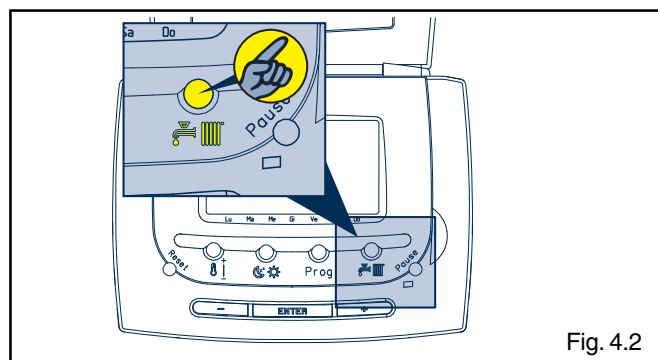

Fig. 4.2
- premere il tasto estate-inverno  sul pannello comandi a distanza (fig. 4.2).
Premendo una seconda volta il tasto  si passa alla funzione inverno  (fig. 4.2)